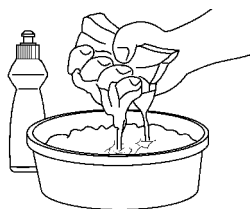

Figure 21
3. Laver le filtre à air dans du produit de lessive ou du kérosène (Fig. 21).